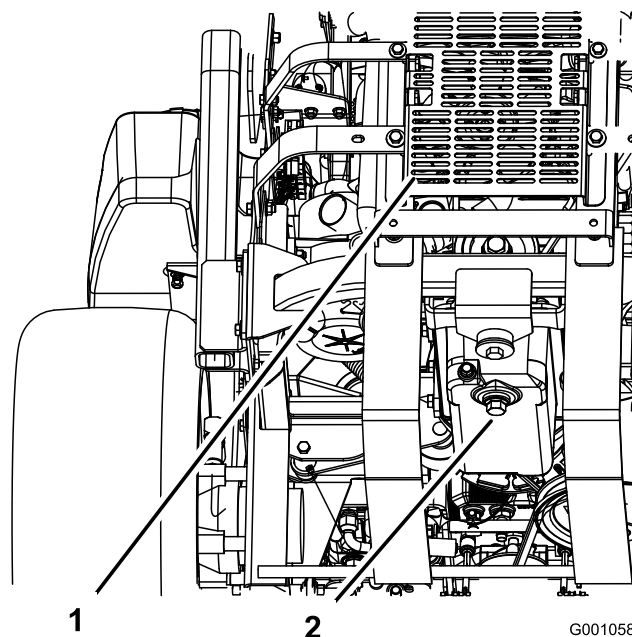

Bild 39
5. Stellen Sie eine Auffangwanne unter die Ölablassschraube. Entfernen Sie die Ablassschraube (Bild 39) und lassen das Öl vollständig ablaufen.